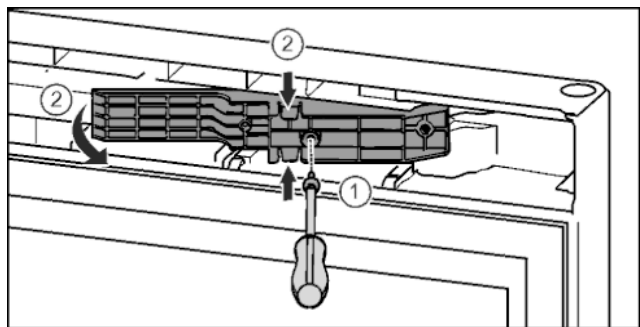

Fig. 15\*
- ▶ Šroubovákem T15 uvolněte šrouby. Fig. 15 (1)\*
- ▶ Vytáhněte adaptér. Fig. 15 (2)\*